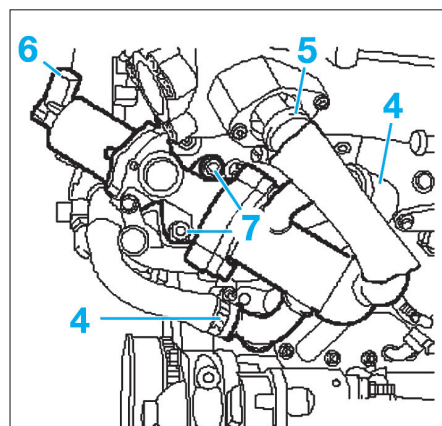

FIG. 54
- Désaccoupler les durits (4) de l'échangeur EGR (Fig.54).
- Déposer les vis de maintien du tube de liaison (5).
- Débrancher le connecteur (6).
- les 2 vis (7),